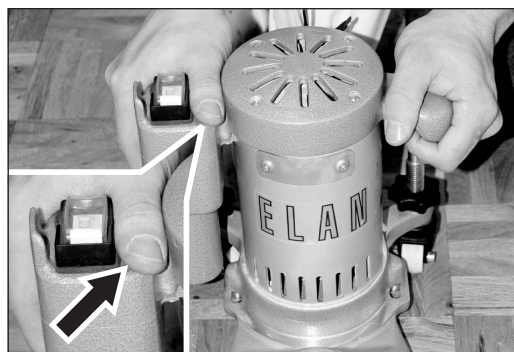

Abb. 13 Die ELAN mit beiden Händen führen. Während dem Schleifen NICHT den Schalterknopf berühren!
- Berühren Sie während dem Schleifen NICHT den Schalterknopf (Abb. 13)! Durch leichten Druck auf den Schalterknopf öffnen sich die Kontakte im Schalter ein wenig, was den Verschleiß des Schalters deutlich erhöht!